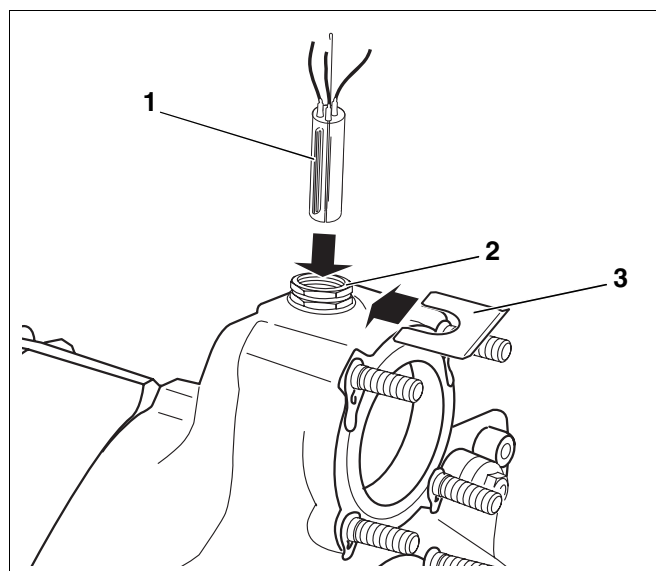

Рис. 45 Установка связки датчиков
Связка датчиков, подключенных к системе управления (три датчика, одна заглушка рис. 45, поз. 1), утапливается в гильзу R³/₄".
- Проложить капиллярные трубки датчиков к месту измерения в котле, там вставить датчики в гильзу (рис. 45, поз. 2) и закрепить, установив фиксатор (рис. 45, поз. 3).